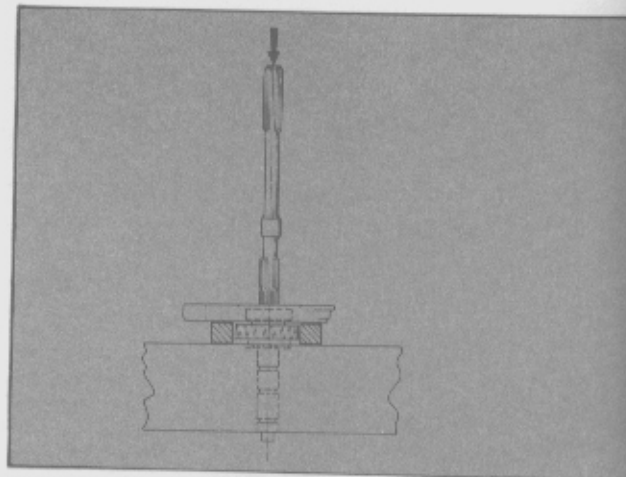

Fig. 25 - Extracción de la tapa intermedia del eje principal.
- Colocar el conjunto de tapa intermedia y eje principal sobre las paralelas de una prensa. Accionar la prensa y extraer la tapa intermedia del eje principal (Fig. 25).